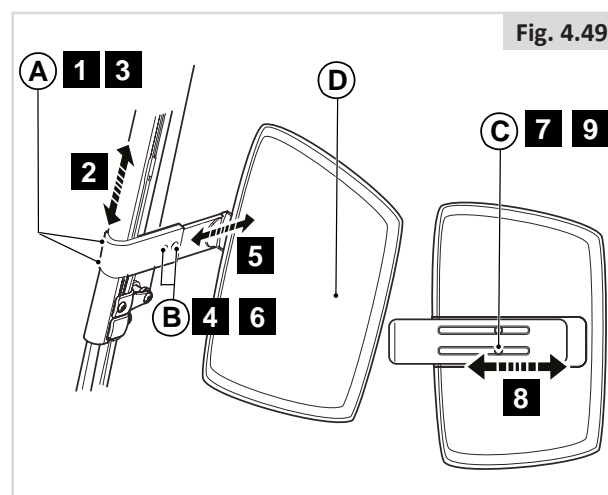

Fig. 4.49
**Hauteur de l'appui-mollet (Fig. 4.49)**
1. Desserrez (A) de quelques tours.
2. Réglez (D) à la position désirée.
3. Resserrez (A).
**Profondeur de l'appui-mollet (Fig. 4.49)**
4. Desserrez (B) de quelques tours.
5. Réglez (D) à la position désirée.
6. Resserrez (B).
**Largeur de l'appui-mollet (Fig. 4.49)**
7. Desserrez (C) au dos de (D) de quelques tours.
8. Réglez (D) à la position désirée.
9. Resserrez (C).